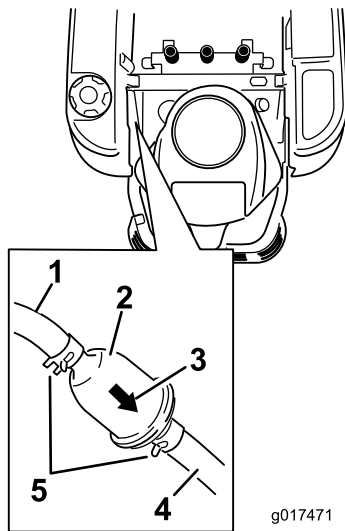

Bild 45
3. Ermitteln Sie den Kraftstofffilter an der Seite des Motors, wie in Bild 45 dargestellt.
- Drücken Sie die Enden der Schlauchklemmen zusammen und schieben Sie sie vom Filter weg (Bild 45).
- Setzen Sie einen neuen Filter ein. Der Pfeil für die Flussrichtung muss vom Kraftstofftank zum Motor zeigen. Schieben Sie die Schlauchklemmen eng an den Filter (Bild 45), um ihn zu befestigen.